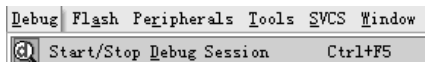

图 4-17 调试菜单
(1) 在编译完毕之后,选择“Debug”→“Start/Stop Debug Session”选项,如图4-17所示。或单击工具按钮,即进入仿真环境。